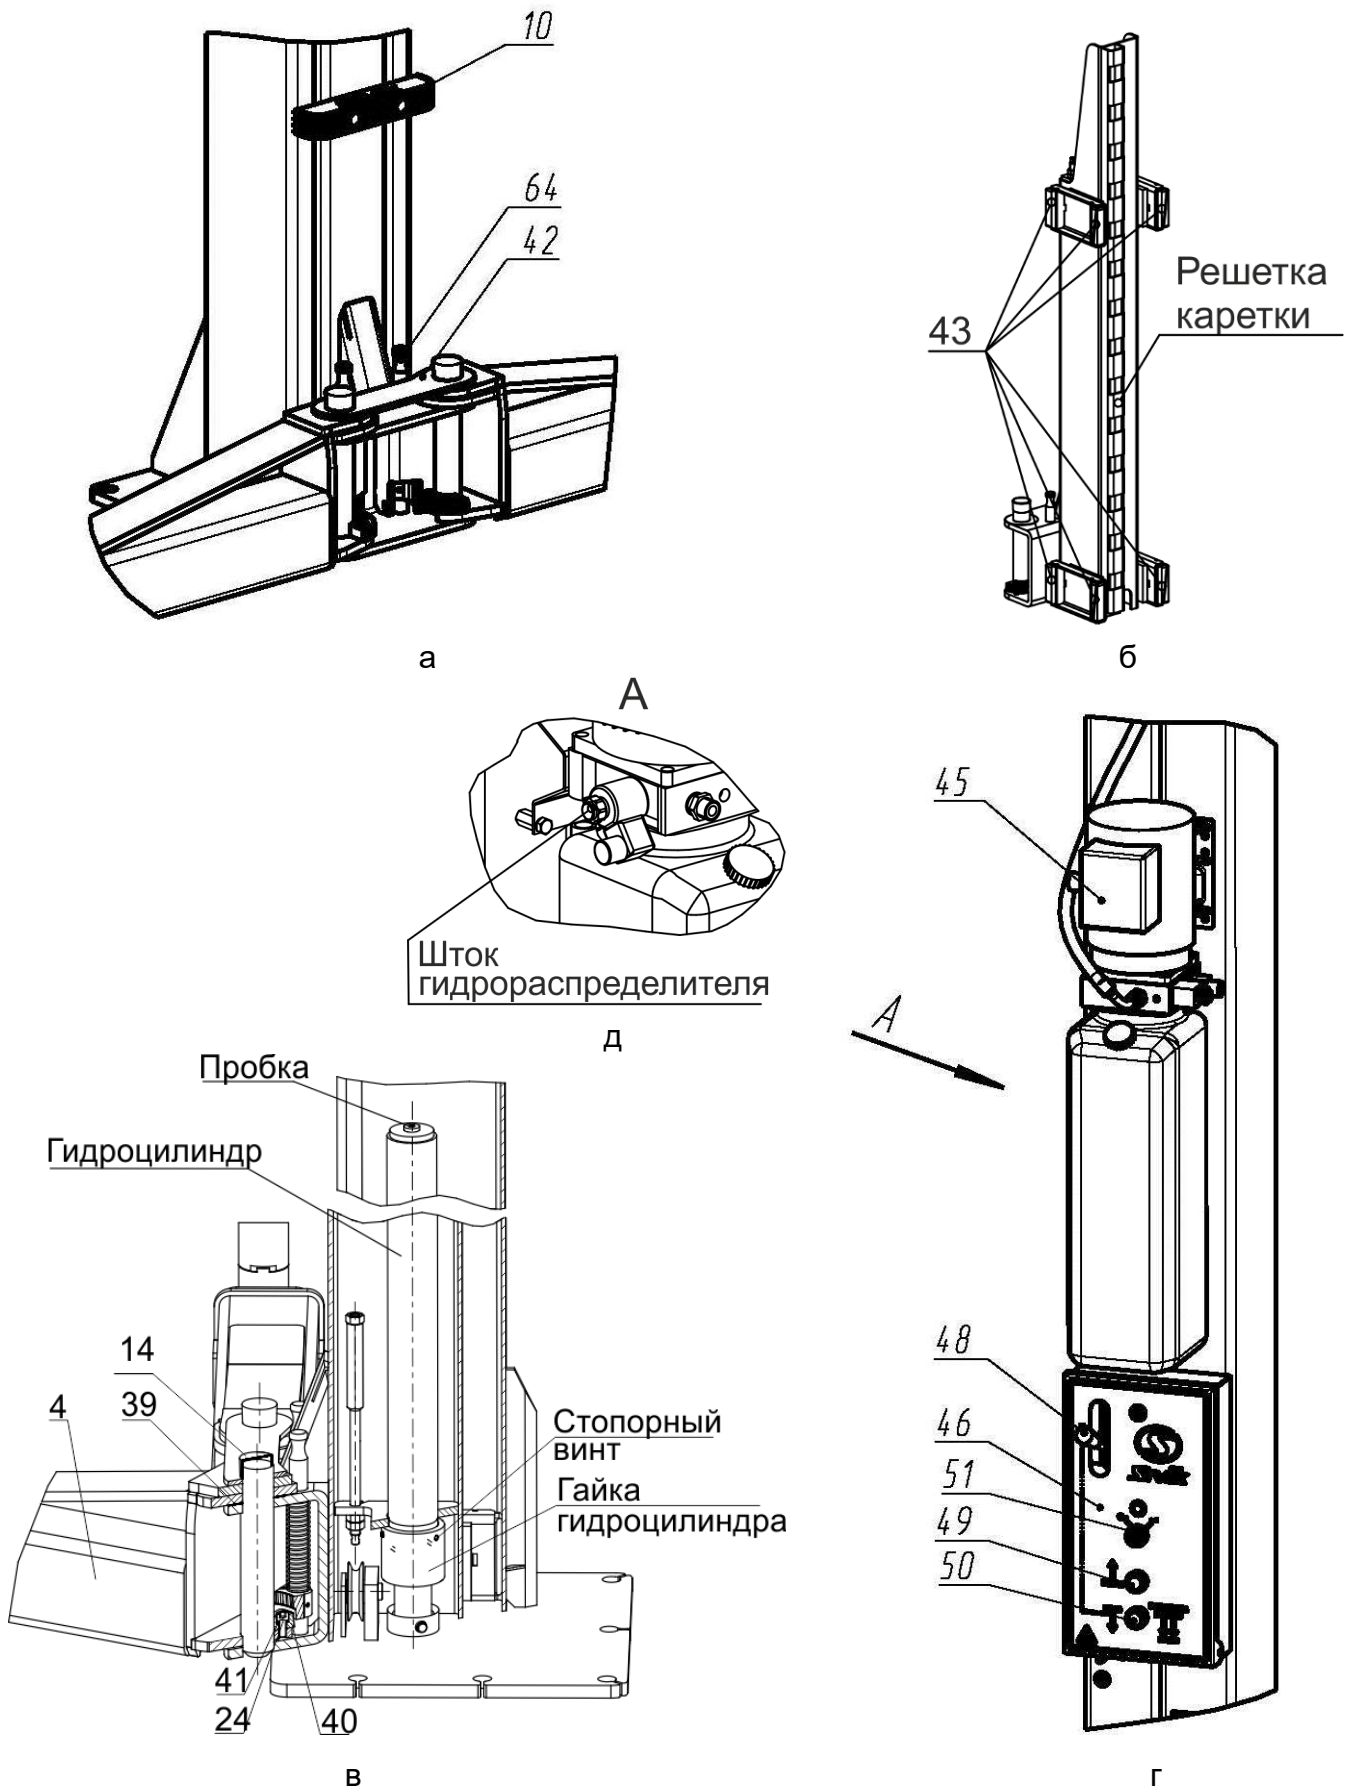
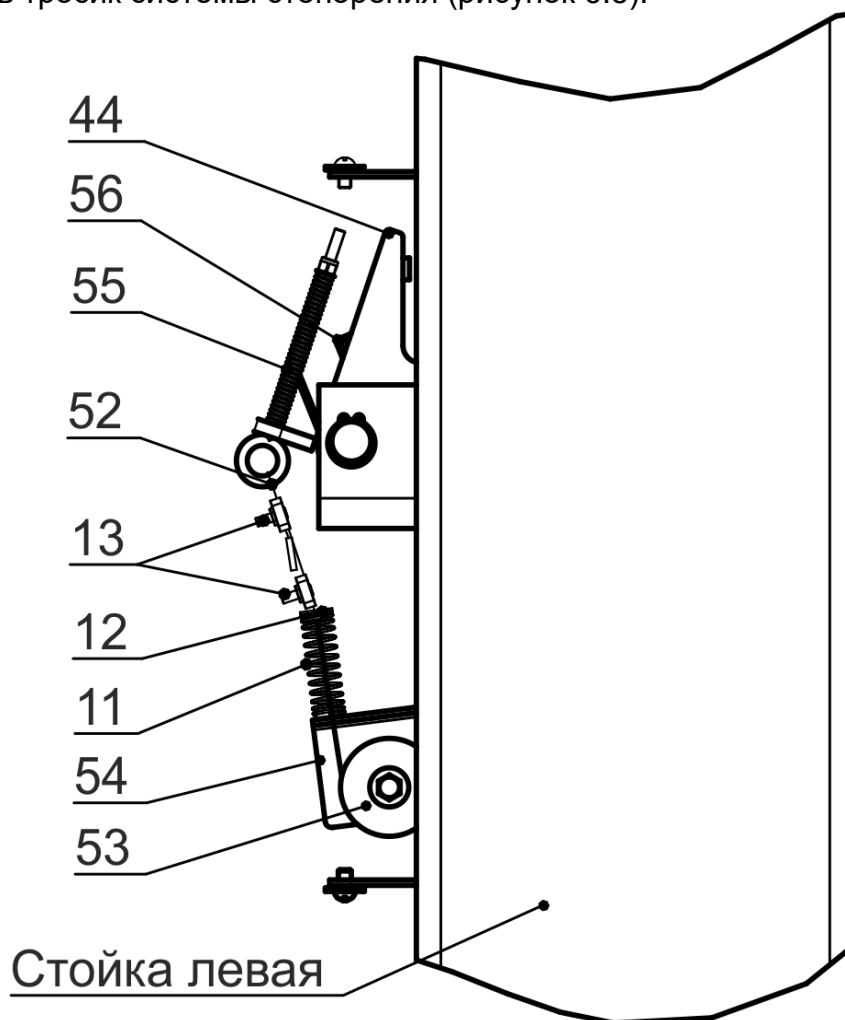

Рисунок 4.1 – Виды подъемника
Рисунок 6.5 - Система стопорения кареток
Подъемник (рисунок 3.1) состоит из двух стоек коробчатого сечения – правой 1 и левой 2, двух надставок 5 и 6 соединенных между собой поперек переключателем 3. Подъемник имеет возможность регулировки по высоте от 4197(4712)¹ мм до 4447(4962)¹ мм. Это достигается креплением надставок 5 и 6 на первый или второй ряд крепежных отверстий. В стойках размещены каретки 63 с закрепленными на них поворотными телескопическими подхватами 4 равной длины. На концах подхватов 4 установлены опоры 7, подставки опоры 8,9. Подхваты фиксируются стопорными устройствами 64 (рисунок 4.1а), автоматически срабатывающими при подъеме автомобиля. При опускании кареток 63 в крайнее нижнее положение происходит автоматическое расстопорение подхватов 4. Каретки 63 приводятся в движение гидравлическими цилиндрами, установленными внутри стоек. Подъемник снабжен системой 62 тросовой синхронизации движения кареток 63.
Каждая каретка 63 (рисунок 4.1б) снабжена полиамидными ползунами 43, скользящими по беговым дорожкам стоек 1 и 2. Каретки фиксируются на требуемой высоте стопорами-защелками 44 (рисунок 6.5), закрепленными на стойках 1,2 и входящими в зацепление с решетками на каретках 63.
На правой стойке (рисунок 4.1г) размещена насосная станция 45 с пультом управления 46. Внутри насосной станции 45 находится клапан предохранительный, предотвращающий перегрузку в гидросистеме. Клапан предохранительный настроен на заданное давление и опломбирован.
Для предотвращения повреждения дверей автомобиля (при открывании) на каретки 63 установлены накладки 10, фиксируемые винтами М8х30, шайбами 8Г и шайбами 8 (рисунок 3.1 и рисунок 4.1а).
Управление подъемником осуществляется рычагом 48 (рисунок 4.1г) и двумя кнопками 49 и 50, установленными в пульте управления 46. Рычагом 48 осуществляется расстопорение кареток 63, а кнопками 49 и 50, подъем (кнопка 49) и опускание (кнопка 50) кареток 63.
① **ВНИМАНИЕ!** Перед сборкой проверить затяжку гаек гидроцилиндров и стопорных винтов (рисунок 4.1в).
6.6 Установить тросик системы стопорения (рисунок 6.5).
Для того чтобы проверить срабатывание упругой тяги 55, необходимо одному человеку прижать рукой защелку 44 к стойке 2, а другому повернуть рычаг 48 (рисунок 4.1г) вниз. Упругая тяга 55 должна вытянуться на полный ход штока.
При повороте рычага 48 вниз (рисунок 4.1г), защелка на левой стойке должна отвестись, так же как отвелась защелка на правой стойке. При повороте рычага 48 вверх (рычаг 48 должен удерживаться в верхнем положении пружиной), защелки на левой и правой стойке должны вернуться в исходное положение. Регулировка проводится выборкой слабины тросика 52 и обжатием петли зажимом 13.
6.9 Открутить пробку бака насосной станции 45 и залить масло (около 12 л) до верхней метки «МАХ» (рисунок 4.1г). Уровень масла контролировать визуально. Установить пробку бака на место.
- кратковременным нажатием на кнопку 49 (двигатель должен работать, вращение крыльчатки по стрелке на кожухе эл. двигателя, а из бака должно убывать масло, рисунок 4.1г).
- отвернуть пробки у каждого гидроцилиндра на один оборот (рисунок 4.1в)
7.2.1 Нажатием кнопки 49 поднять автомобиль, чуть выше требуемой высоты (защелки должны быть поджаты к стойкам, рисунок 6.5) и нажатием кнопки 50 опустить каретки 63 на защелки 44. Убедиться в том, что каретки 63 опустились на защелки 44 (при нажатии кнопки 50 каретки больше не опускаются). В этом случае гидравлическая система разгружена, вес автомобиля воспринимается стойками подъемника.